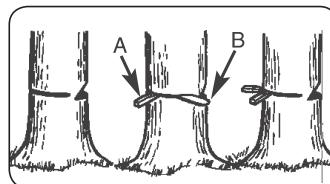

Abb. 10C
1. Verwenden Sie Holz- oder Plastikkeile (G), um ein Festklemmen der Schiene oder der Kette (H) im Schnitt zu verhindern. Die Keile kontrollieren auch das Fällen (Abb. 10C).